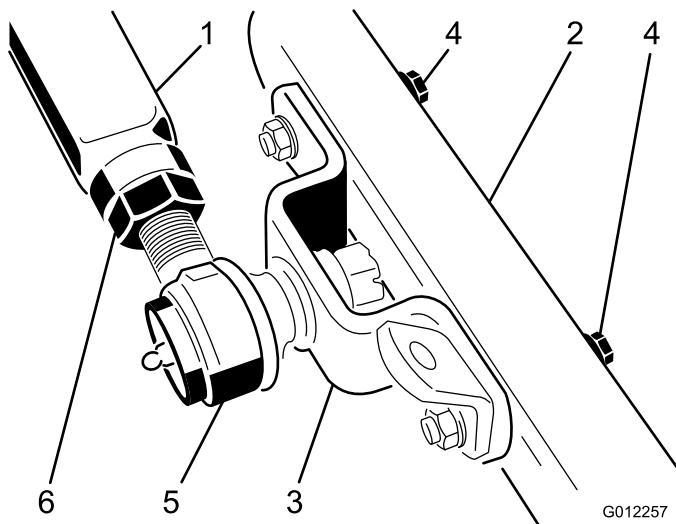

Figura 21
6. Haga que otra persona haga presión hacia abajo con cuidado sobre el brazo de empuje izquierdo mientras que usted retira los tornillos de caperuza, las arandelas planas y las contratuerzas que sujetan el soporte de la articulación esférica y la pletina de enganche de la cadena al brazo de la rueda giratoria de la unidad de corte (Figura 21). Ahora y con cuidado, la otra persona puede dejar que el brazo de empuje se desplace hacia arriba, lo que aliviará gradualmente la tensión de 68 kg del muelle.
5. Haga que otra persona haga presión hacia abajo con cuidado sobre el brazo de empuje izquierdo hasta que los taladros del soporte de la articulación esférica estén alineados con los taladros del brazo de la rueda giratoria (Figura 21). En seguida, coloque un bloque de madera de 102 x 102 mm entre el bastidor y la parte superior del brazo de empuje.